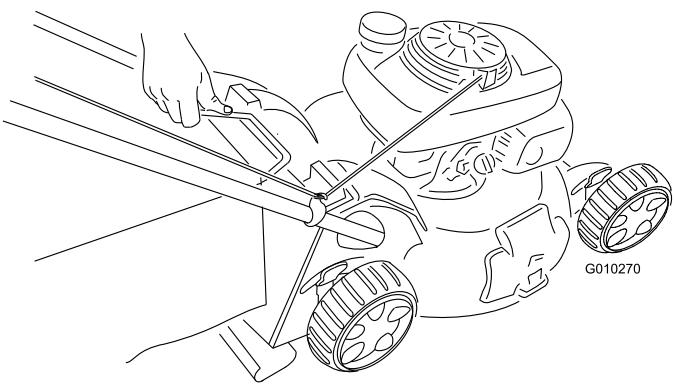

Рисунок 35
- Поднимите ручку мешка для травы из канавок около верха газонокосилки и снимите мешок с газонокосилки (Рисунок 35).